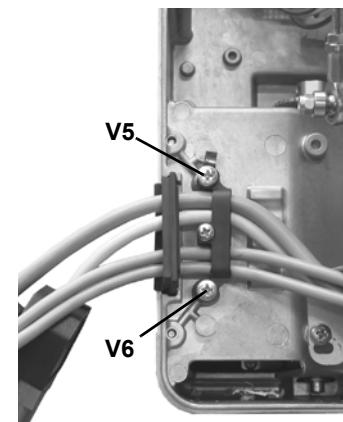

Fig. 29
- 2 quitar el soporte de goma para los cables, desatornillando los tornillos V5 y V6 como se muestra en (Fig. 29);